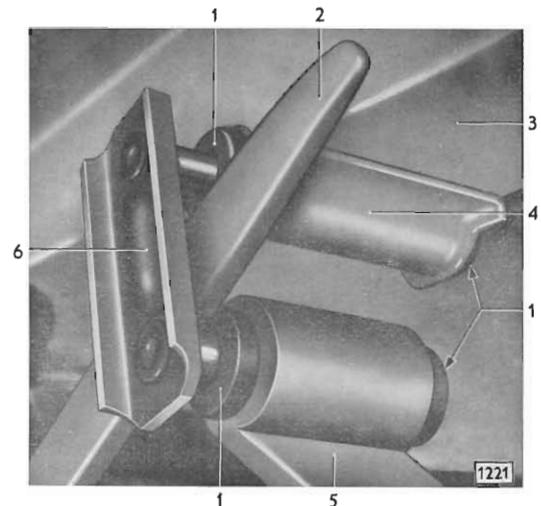

Bild 6 - An der rechten hinteren Federaufhängung Lasche mit Gehängebolzen aus Aufnahme im Rahmenlängsträger und aus Federauge herauszwingen
6. An der hinteren Federaufhängung beide Sechskantmutter (8/2) – Federringe – abschrauben, lose Lasche (8/3 bzw. /8) abnehmen. Beim Ausbau der rechten Hinterfeder gerade Lasche (6/6) mit Gehängebolzen mit Montierhebel aus Gummibuchsen (8/5 und /7) herauszwingen (Bild 6) und Feder nach unten ablassen.